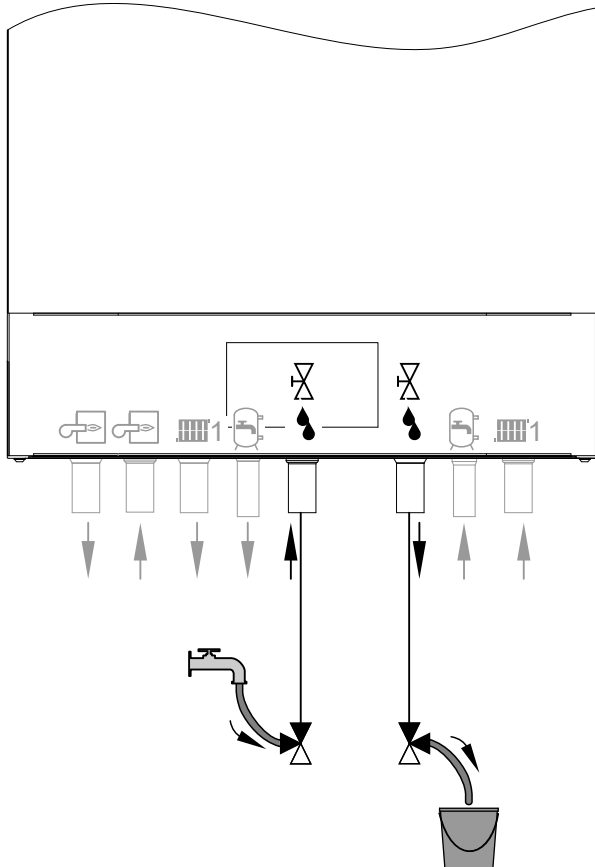

Abb. 56
3. 3-Wege-Kugelhähne im Ein- und Auslass am Befüll- und Spülanschluss gemäß Abb. 56 öffnen. Heizwasser über den Befüllschlauch einströmen lassen.